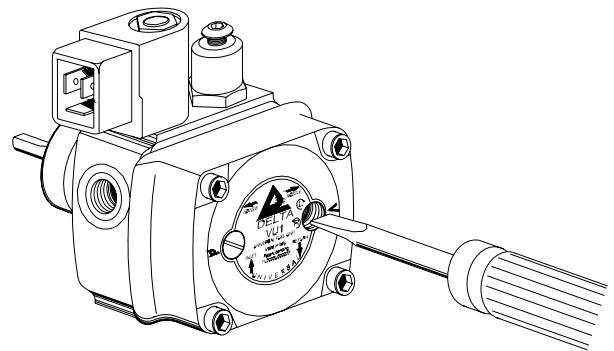

Fig. 3
- Girare la vite di 90° fino al bloccaggio, per cambiare il senso di rotazione (Fig. 3).